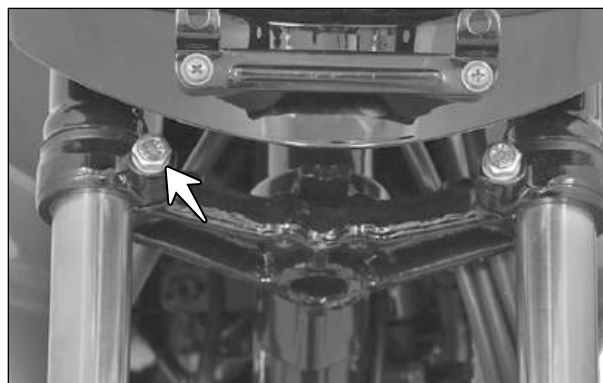

Fig. 6.24
- Solte o parafuso (M8x40) (seta) de fixação inferior do conjunto do garfo do lado direito. (Fig. 6.24)